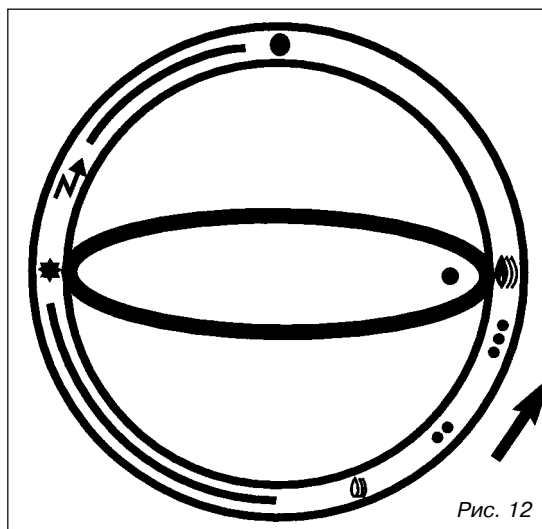

Рис. 12
- Когда запальная горелка воспламенится, подержать ручку несколько секунд в положении "✱" для установления рабочего состояния термпары системы защиты, а затем перевести ручку (поворачивая её по-прежнему в направлении стрелки) в положение между метками "☉" и "☉☉" (рис. 12).